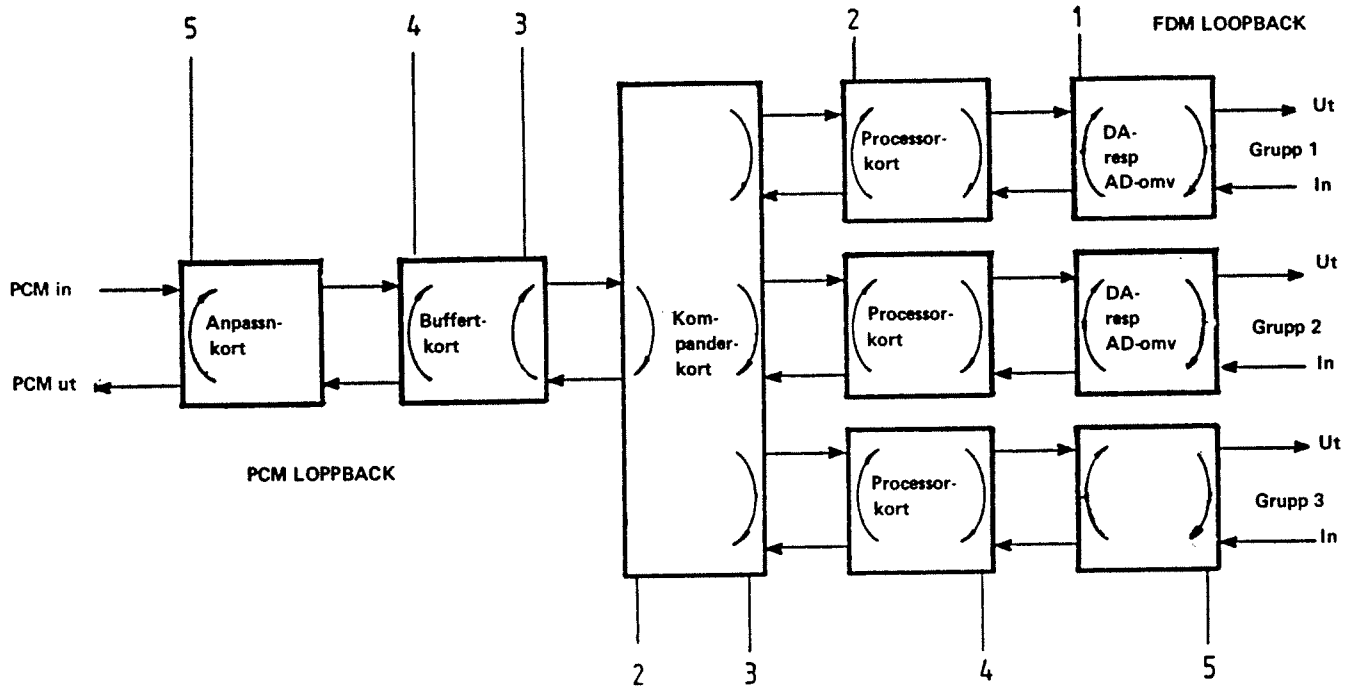

Bild 9
- Nivåerna för slingkoppling i utrustningen framgår av bild 9.